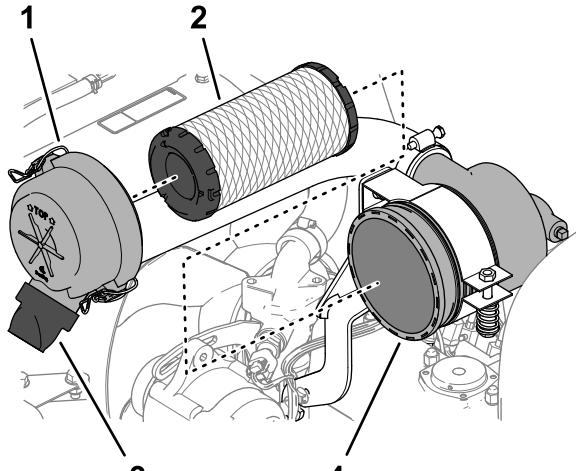

Рисунок 75
3. Отпустите защелки, фиксирующие крышку воздухоочистителя на его корпусе (Рисунок 75).
6. Снимите элемент фильтра (Рисунок 75).
7. Снимите резиновый выпускной клапан (Рисунок 75) с отверстия выпуска загрязнений на крышке воздухоочистителя.